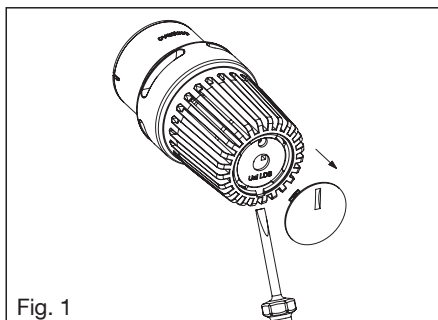

Fig. 1
1. Extraire la pastille frontale (fig. 1) à travers l'encoche de la poignée manuelle à l'aide d'un outil adéquat (par ex. tournevis).
1. Extraire la pastille frontale (fig. 1) à travers d'encoche de la poignée manuelle à l'aide d'un outil adéquat (par ex. tourne-vis).